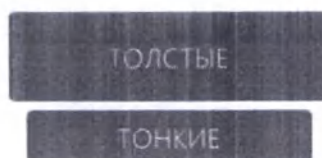

Рис.10.6 – Выбор толщины волос пациента
10.7. Для выбора толщины волос нажмите кнопку . После этого откроется окно с выбором толщины волос (Рис.10.6). Выберите толщину волос соответствующую толщине волос пациента.